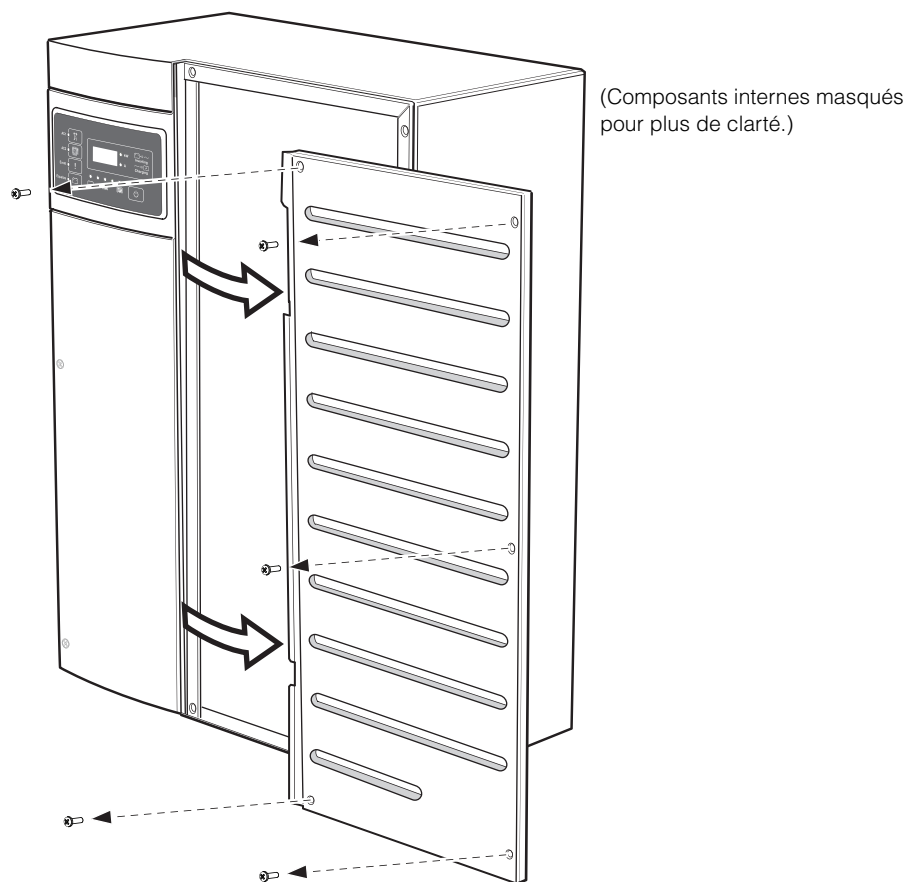

Figure 5-3 Retrait du panneau latéral droit
5. Pour faciliter l'accès, retirez le panneau latéral droit du Conext XW+, comme indiqué sur la Figure 5-3.